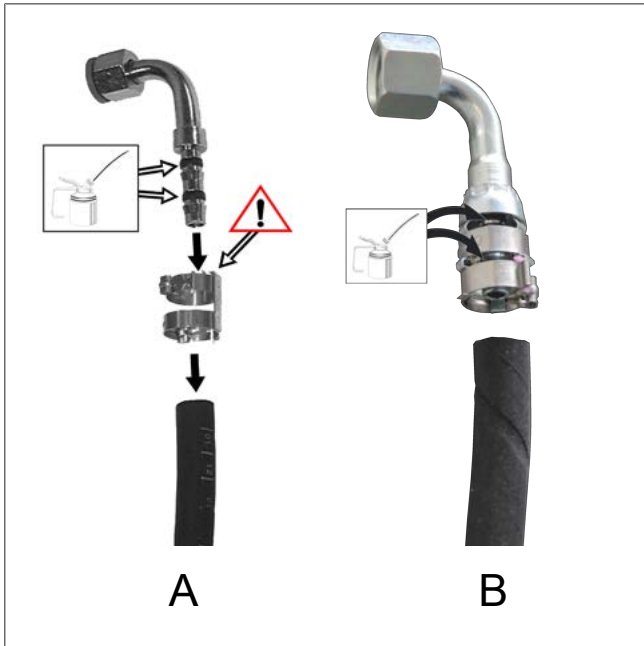

Abb. 11 Fittings schmieren
- Fitting mit separater Schelle, siehe Abb. 11 A
- Fitting mit fester Schelle, standardmäßig von Webasto mitgeliefert, siehe Abb. 11 B